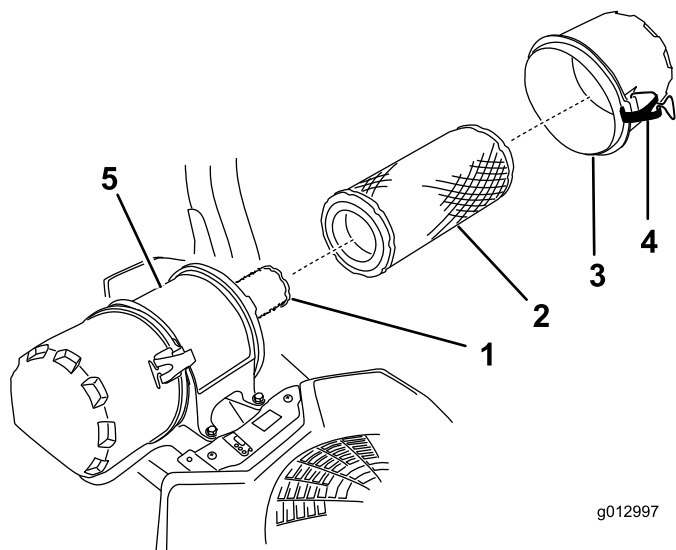

Figura 38
- Abra los cierres del limpiador de aire y tire de la tapa de la entrada de aire para separarla del cuerpo del limpiador de aire (Figura 38).
- Extraiga con cuidado el filtro primario de la carcasa del limpiador de aire (Figura 38).
- Si va a cambiar el filtro interno, deslícelo cuidadosamente en el cuerpo del filtro (Figura 38).
- Deslice cuidadosamente el filtro primario por encima del filtro de seguridad (Figura 38).
- Instale la tapa del limpiador de aire y fije los cierres (Figura 38).